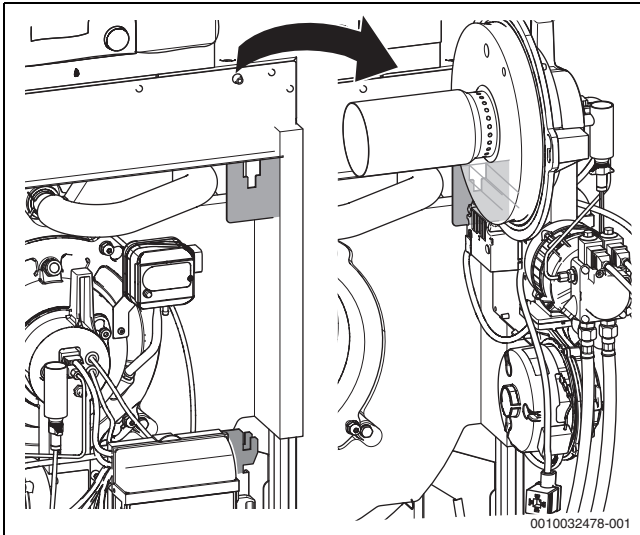

Bild 69 Brenner komplett in Serviceposition 1
- ▶ Brenner komplett herausnehmen und in Serviceposition einhängen (→Bild 69).